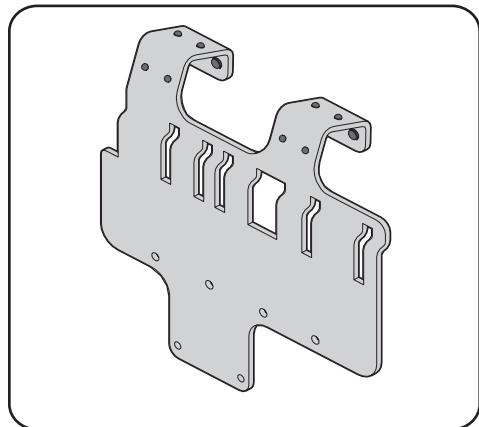

Figure 4-5
- En vous aidant de la Figure 4-5 et du tableau ci-dessous, localisez l'orifice de montage approprié sur le support de montage de votre tracteur :